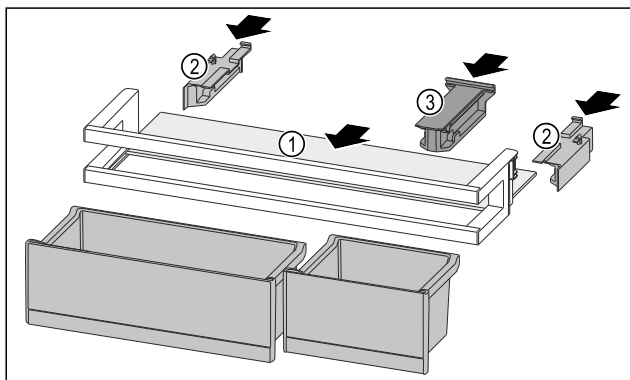

Fig. 231
- Insérer la tablette de rangement Fig. 231 (1) dans les évidements latéraux.
- Installer les parties latérales Fig. 231 (2).
- Installer la pièce de retenue Fig. 231 (3).